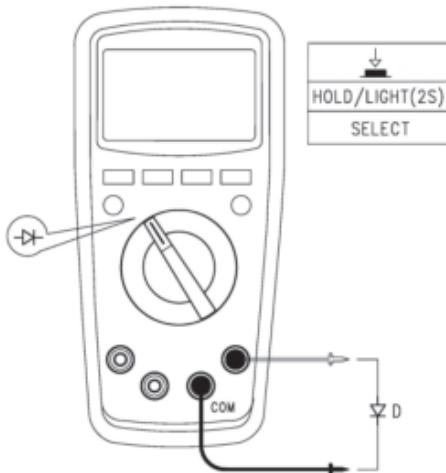

Рис. 6
7.4. Проверка диодов (см. рис. 6)